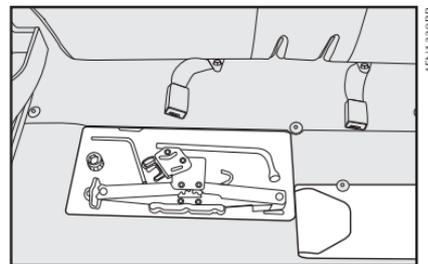

fig. 13
- Soltar as ferramentas e remover o macaco **fig. 13**, puxando-o de sua sede;